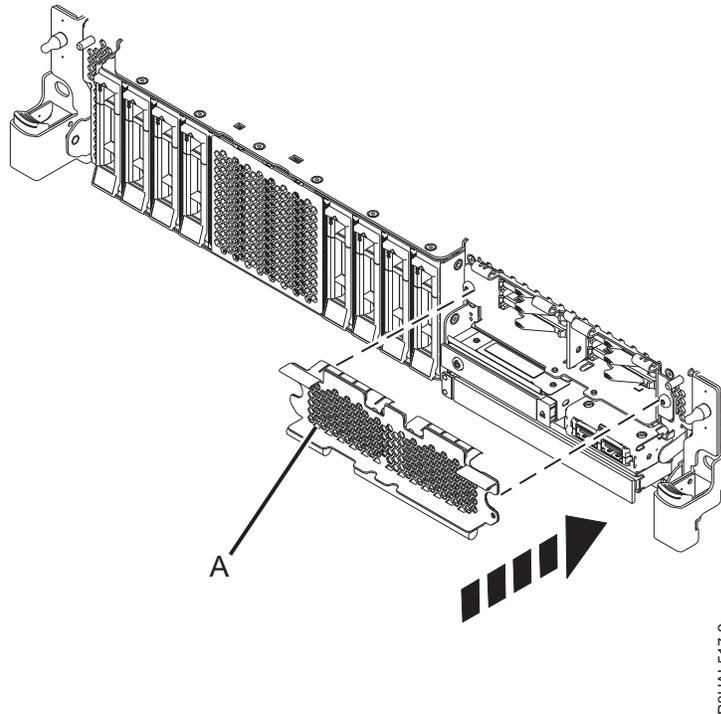

図 17. 拡張機能 システム内の SSD ケージのカバー
3. 該当する場合は、22 ページの図 17 に示すように穴開きプレート (**A**) で SSD ケージを覆います。